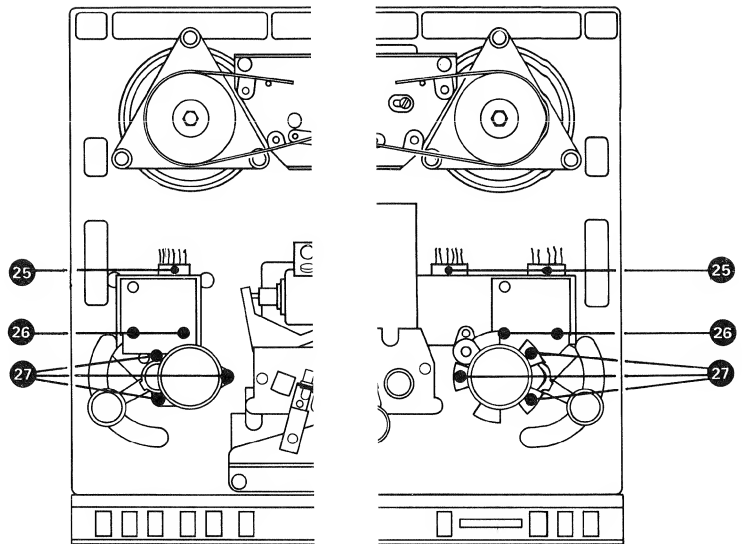

Fig. 2.7.-1
- 2 Schrauben (26) (Fig. 2.7.-1) lösen.
- Steckverbindung (25) (Fig. 2.7.-1) lösen.
- 2 Schrauben (27) (Fig. 2.7.-1) lösen.
- Remove 2 screws (26) (fig. 2.7.-1).
- Remove connector (25) (fig. 2.7.-1).
- Remove two screws (27) (fig. 2.7.-1).